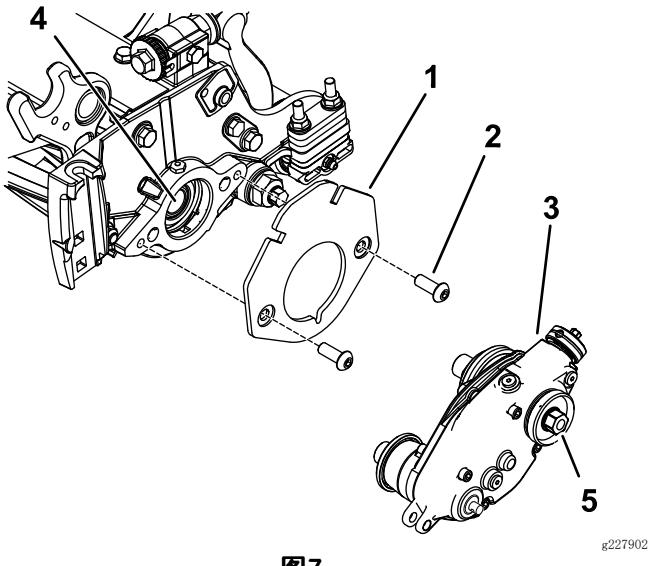

图7
2. 用 2 个六角圆头螺栓 ($\frac{3}{8} \times \frac{3}{4}$ 英寸) 固定配重块架，如图7 所示。
3. 在内滚刀轴的螺纹上涂抹中等强度防松螺纹油（如蓝色 Loctite® 243 乐泰胶）（图7）。
4. 用疏草刀驱动箱上的六角头螺栓将其连接到滚刀轴上（图7）。